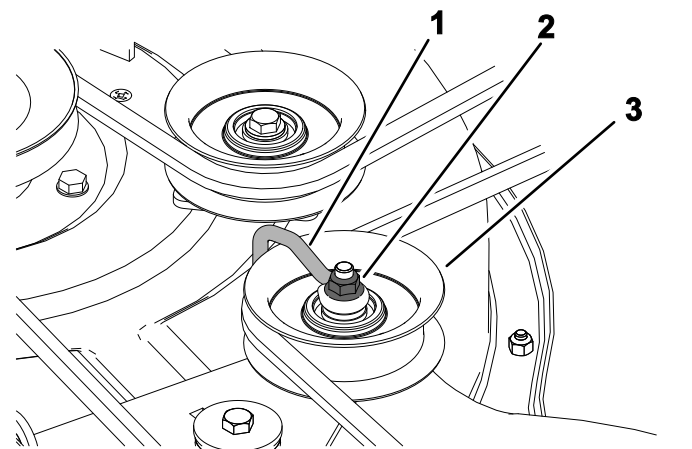

Figura 56
6. Pentru puni tanate, slăbiți piulița care fixează cablul la roata de antrenare a rolei de ghidare (Figura 56).
Notă: Poziionai cablul pe braul rolei de ghidare, aa cum este ilustrat în Figura 56.